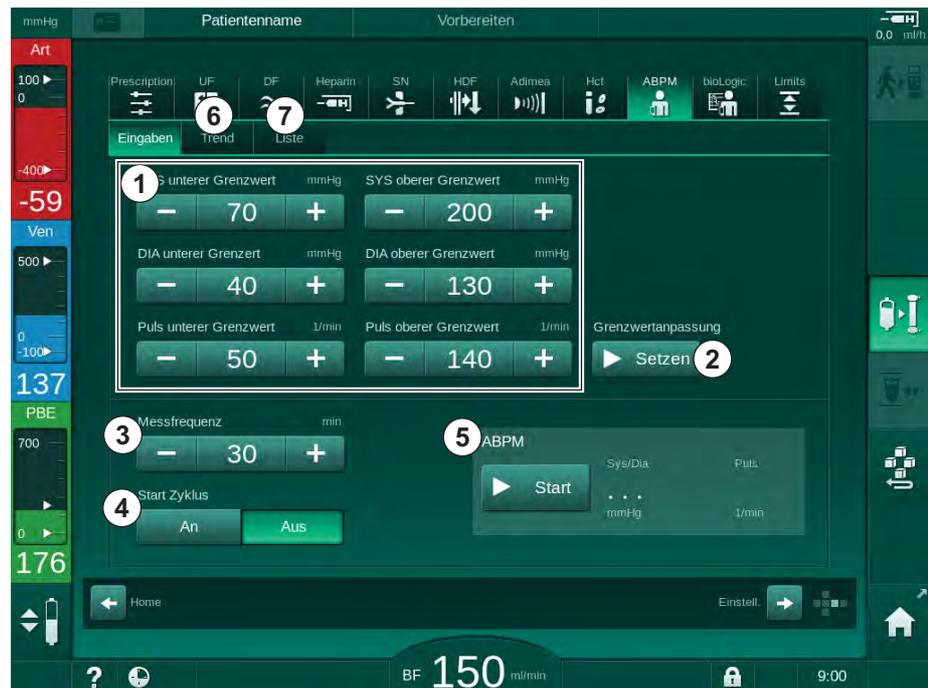

Abb. 11-5 ABPM-Einstellungen auf dem *Eingabe*-Bildschirm
2. Zum Anpassen der Alarmgrenzen an Werte um den gemessenen Blutdruck *Grenzwertanpassung*, *Setzen* (Abb. 11-5, ②) berühren.
- Um zyklische Messungen im eingestellten Zeitintervall zu aktivieren bzw. zu deaktivieren, *Start Zyklus*, AN (Abb. 11-5, ④) wählen.
- Um das Messintervall einzustellen, *Messfrequenz* ③ wählen. Mögliches Intervall: 1 bis 60 Minuten.
Start im Gruppenfeld *ABPM-Einstellungen* auf dem *Eingabe*-Bildschirm (Abb. 11-5 ABPM-Einstellungen auf dem Eingabe-Bildschirm (264), ⑤) berühren.